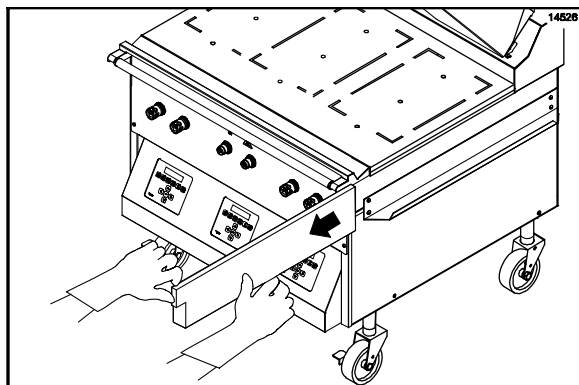

Рисунок 61
44. Снимите и опорожните жироловители. (См. рис. 61)